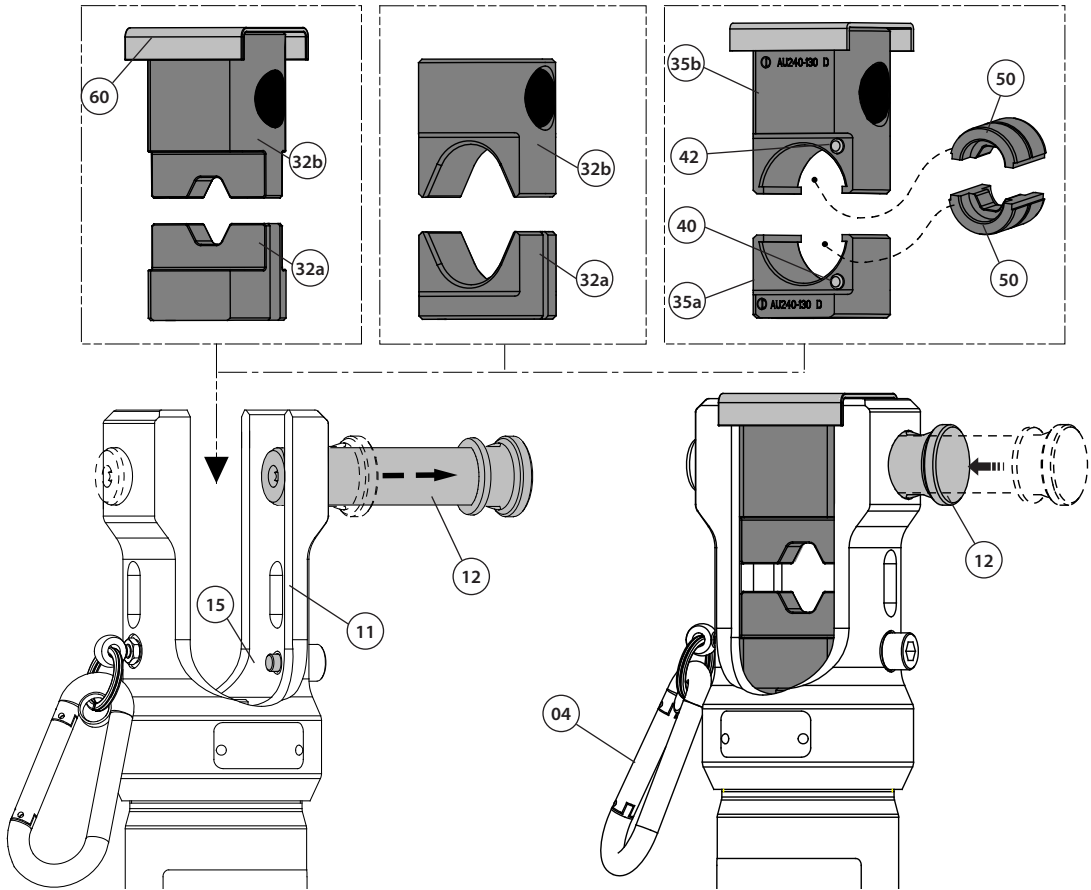

FIG. 1
2.1) Preparazione (Rif. a Fig. 1)
a) Matrici specifiche (Rif. a Fig. 1)
- Estrarre completamente il perno ferma matrice (12).
- Inserire nella forcella (11) per prima la matrice inferiore (32a) facendo attenzione che la scanalatura larga sul fianco della matrice sia in corrispondenza della vite guida matrice (15) della forcella.
- Inserire la matrice superiore (32b) e bloccarla con il perno ferma matrice (12) spingendolo completamente in battuta.
- Per togliere le matrici dalla forcella (19) basterà sfilarle, estraendo il perno (12).
b) Matrici semicircolari (Rif. a Fig. 1)
- Inserire nella forcella (11) la parte inferiore dell'adattatore **AU240-130D** (35a) facendo attenzione che la scanalatura sul fianco dell'adattatore sia in corrispondenza della vite guida matrice (15) della forcella.
- Inserire la parte superiore dell'adattatore **AU240-130D** (35b) e bloccarla con il perno ferma matrice (12) spingendolo completamente in battuta.
- Inserire le due matrici semicircolari (50) rispettivamente nella parte inferiore (35a) e superiore (35b) dell'adattatore premendo i pistoncini (40, 42) e facendole scorrere sino al loro bloccaggio.